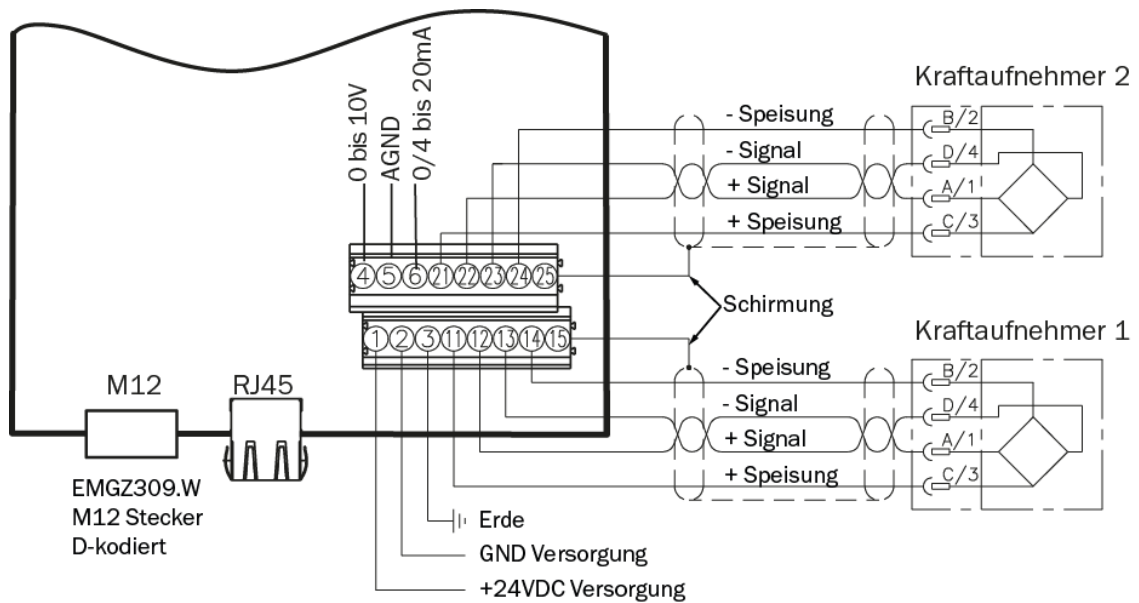

Bild 4: Anschlussschema EMGZ309
2. Schliessen Sie die Kraftmessaufnehmer an die Verstärker an (siehe **Bild 4**)
1. Schliessen Sie den ersten Sensor an (siehe **Bild 4**: Anschlussschema EMGZ309)